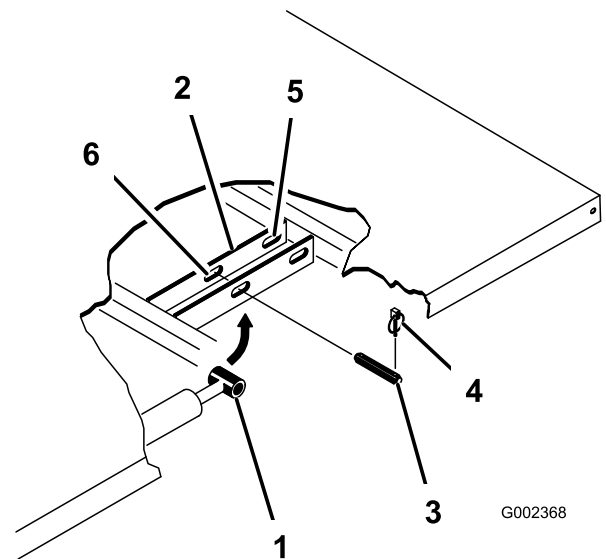

Figura 3
4. Retire las chavetas de los extremos exteriores de los pasadores de las varillas de los cilindros (Figura 3).
5. Retire los pasadores que fijan los extremos de las varillas de los cilindros a las chapas de montaje de la plataforma empujando los pasadores hacia dentro (**Figura 3**).